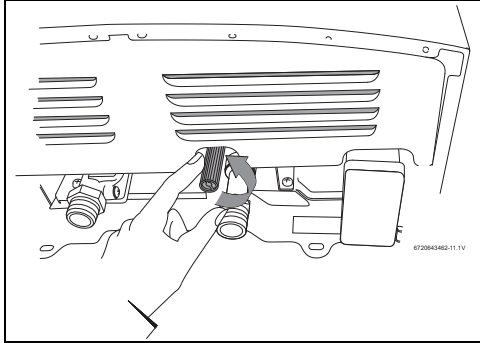

Fig. 11 Purga
- ▶ Aflojar el tornillo de vaciado situado en el parte inferior del aparato (Fig. 11).